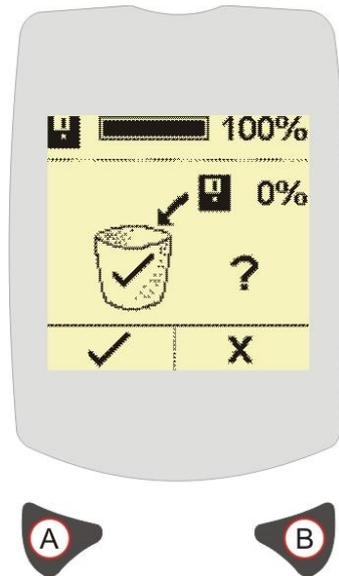

Figura 11 Pantalla de descarga de memoria
Inicialmente, pulse la tecla derecha (B) si desea borrar los datos de la memoria. Seguidamente, pulse la tecla izquierda (A) para confirmar la orden de borrar, como se muestra en la Figura 11. Cuando se hayan borrado los datos de la memoria, la pantalla mostrará 0% y volverá automáticamente a la pantalla de Hora y Fecha.